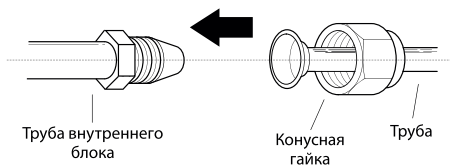

Рис. 5.7
- Совместите центры двух соединяемых труб. См. рис. 5.7.